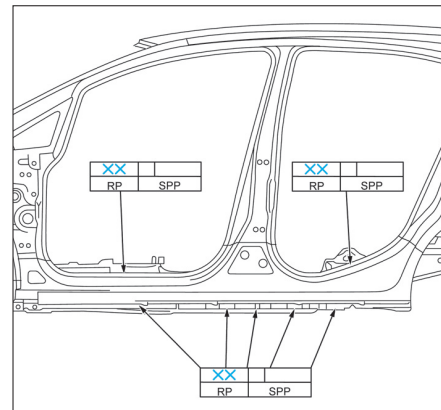
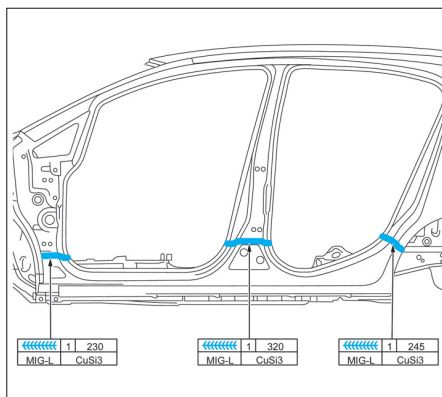
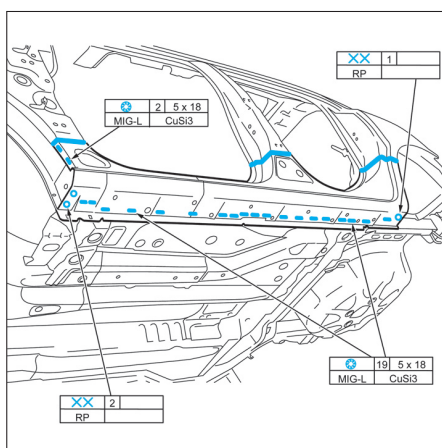

FIG. 32
FIG. 33
FIG. 34
- Souder le bas de caisse (Fig.32), (Fig.33) et (Fig.34).